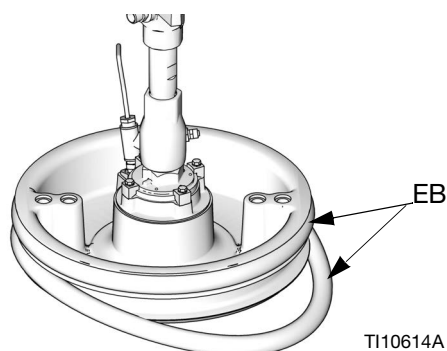

FIG. 42
1. Utilizzando uno strumento in legno o plastica per evitare danni al pulitore (EB), pulire tutto il materiale dalle scanalature della guarnizione.
2. *Lavorando dal basso*, inclinare un pulitore (EB) sulla parte posteriore del piatto (AD). Vedere FIG. 42.
3. Inserire il pulitore (EB) nella scanalatura superiore e far scorrere la parte anteriore del pulitore nella scanalatura.
4. Se si utilizza un piatto da 200 l (55 gal), inserire il secondo pulitore (EB) nella scanalatura inferiore e far scorrere la parte anteriore del pulitore nella scanalatura.